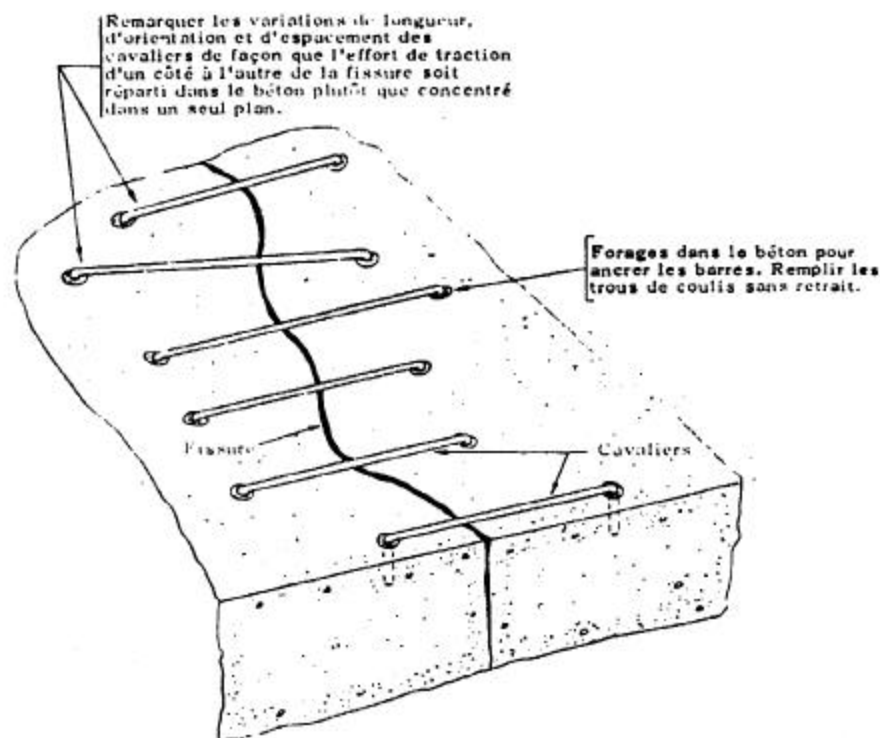

Fig 3.82 - Principe de la technique d'agrafage.
- On peut **restaurer la capacité structurale** d'un élément de béton fissuré en utilisant des agrafes (Fig 3.82).